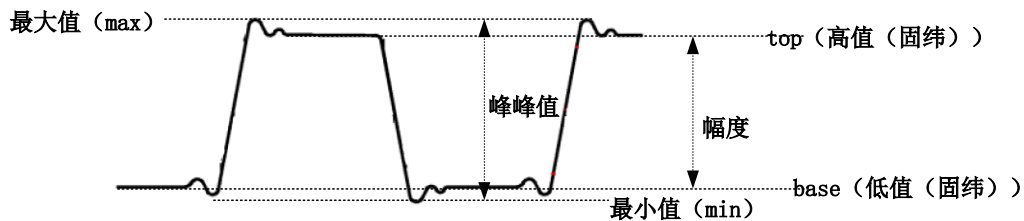

图 9 示波器有关电压参数的定义
- ① 示波器输入耦合选择交流或直流，电压灵敏度旋钮设置到 500mv/DIV 或者更灵敏的档位；
- ② 用手指接触探头的尖端，如果有杂波出现则探头的信号线连接正常，如果显示的仍然是一条直线的话，则说明信号线可能开路了；
- ③ 如果 2 正常，再将探头的信号线和地线短接，再用手指接触探头的尖端，如果示波器上显示的是一条水平线，说明探头的地线正常，反之如果有很多杂波出现，说明探头的地线可能开路了；
- ④ 有时探头和电缆本身是好的，但是电缆和示波器的连接处接触不良，可以试着用手扶着连接处，重复上述测试。
3) Measure 方法测量脉冲信号电压参数时，见图 9 注意参数的定义：